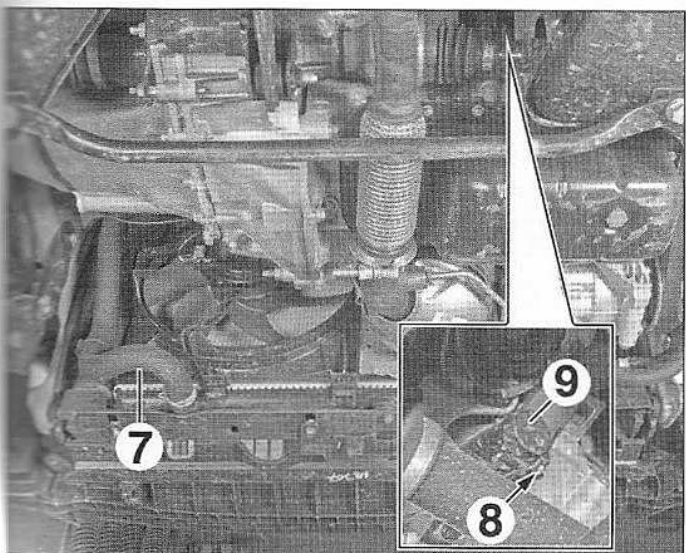

FIG.28
- Débrancher la durit inférieure (7) du radiateur (Fig.28).
- l'agrafe (8),
- le bouchon de vidange (9).